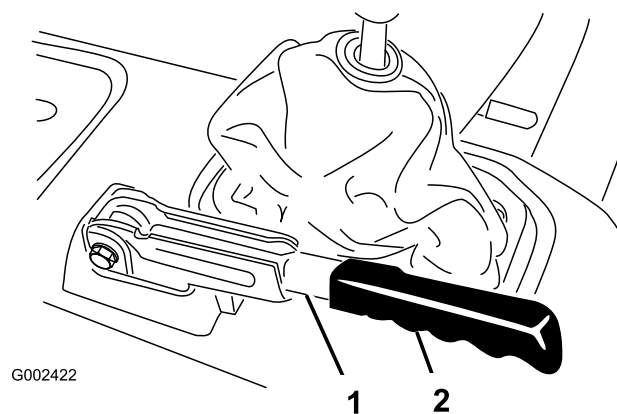

Figure 67
1. Enlevez la poignée en caoutchouc du levier de frein de stationnement (Figure 67).